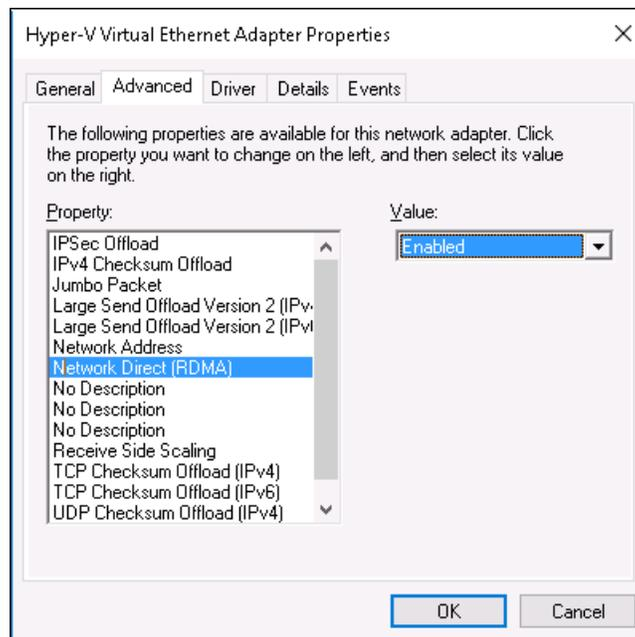

Abbildung 13-2. Eigenschaften für den virtuellen Hyper-V-Ethernet-Adapter
3. Führen Sie auf der Seite „Advanced“ (Erweitert) (Abbildung 13-2) die folgenden Schritte aus: